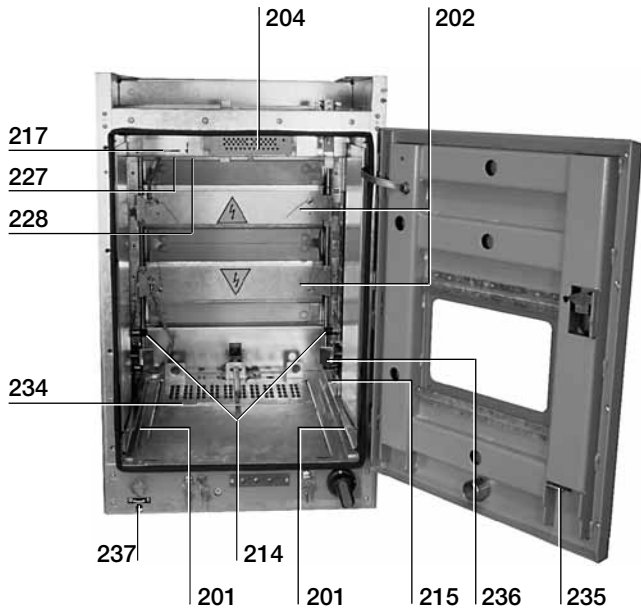

Fig. 7d
- le guide (201) (fig. 7d) per il carrello;
- gli otturatori (202) (fig. 7d) di segregazione dei contatti fissi di sezionamento disposti all'interno dei monoblocchi ed i cinematismi di azionamento delle segregazioni (214) (fig. 7d);
- la presa (204) (fig. 7d) per il connettore mobile;
- il blocco meccanico che impedisce di inserire il contattore se il sezionatore di terra è chiuso o di chiudere il sezionatore di terra se il contattore è inserito (215) (fig. 7d);
- la targa caratteristiche (217) (fig. 7d);
- blocco a chiave per carrello di messa a terra con passanti superiori (227) (fig. 7d) fornibile a richiesta;
- blocco a chiave per carrello di messa a terra con passanti inferiori (228) (fig. 7d) fornibile a richiesta;
- guides (201) (fig. 7d) for the truck;
- segregation shutters (202) (fig. 7d) for the fixed and isolating contacts placed inside the monoblocks and the kinematism for activating the segregations (214) (fig. 7d);
- socket (204) (fig. 7d) for the mobile connector;
- mechanical lock which prevents the contactor being connected if the earthing switch is closed or the earthing switch being closed if the contactor is connected (215) (fig. 7d);
- characteristics nameplate (217) (fig. 7d);
- key lock for earthing truck with upper bushings (227) (fig. 7d), supplied on request;
- key lock for earthing truck with lower bushings (228) (fig. 7d), supplied on request;
- blocco che impedisce l'inserimento di un contattore in un contenitore predisposto per un interruttore (234) (fig. 7d);
- blocco meccanico che impedisce l'apertura della porta del contenitore se il contattore non è in posizione di sezionato (235) (fig. 7d);
- blocco meccanico delle serrande quando il contattore è estratto (236) (fig. 7d);
- lock which prevents connection of a contactor in an enclosure preset for a circuit-breaker (234) (fig. 7d);
- mechanical lock which prevents the door of the enclosure being opened if the contactor is not in the isolated position (235) (fig. 7d);
- mechanical lock on the shutters when the contactor is withdrawn (236) (fig. 7d);
- interblocco tra sezionatore di terra e porta cella inferiore (237) (fig. 7d).
- *interlock between earthing switch and lower compartment door (237) (fig. 7d).*